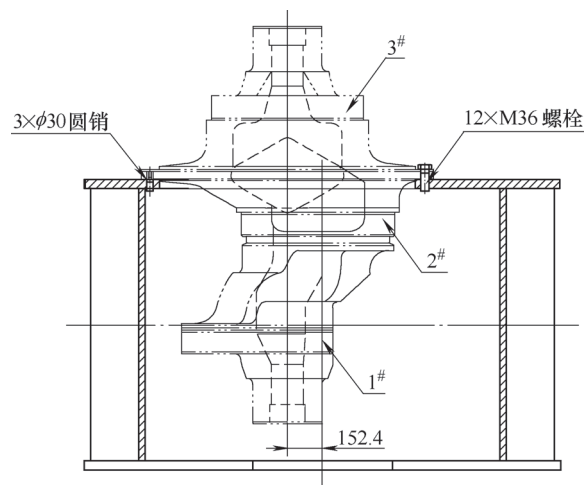

图3 空心曲轴与工装装配
7) 将空心曲轴与工装装配一体（见图3），由C5231普通立式车床，按空心曲轴工装外圆找正装夹，加工3#偏心部分；将空心曲轴逆时针旋转 120° ，翻转后再次装夹，加工1#偏心部分；将空心曲轴顺时针旋转 120° ，再次装夹，加工2#偏心部分。